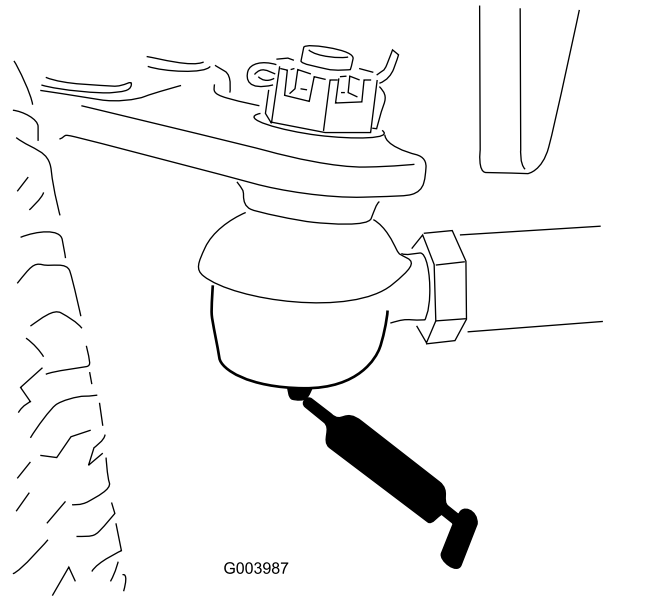

Figura 62
- Tirante del eje trasero (2)—Figura 62